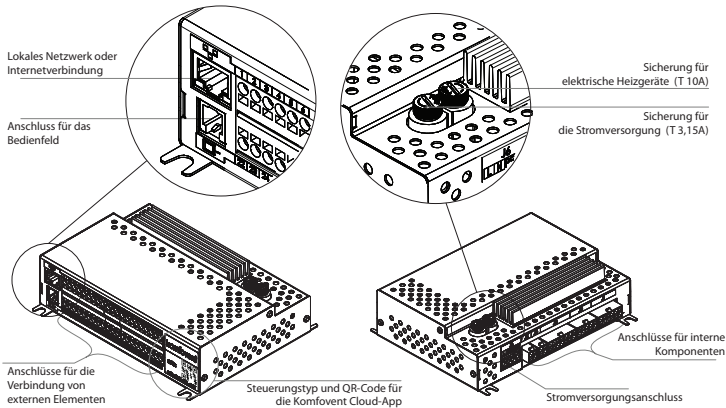

Abb. 13. C6M-Steuerung-Hauptboard
- Die hier gezeigte Klemmennummerierung gilt nur für das C6M-Bedienfeld. Bevor Sie die externen Elemente anschließen, überprüfen Sie den Boardtyp auf dem Aufkleber an der Vorderseite des Steuergeräts (siehe Abb. 13).
Es ist ratsam, die Kabel für das Bedienfeld so zu verlegen, dass sie nicht in die Nähe der Stromversorgungsdrähte oder der elektrischen Hochspannungsgeräte (elektrische Einlassschränke, elektrischer Wasserheizkessel, Klimaanlage usw.) gelangen. Das Kabel kann durch die Löcher an der Rückseite oder Unterseite des Bedienfeldes geführt werden (befolgen Sie die mit dem Bedienfeld mitgelieferte Installationsanleitung). Die Verdrahtung zur C6M-Controllerplatine wird an einen dedizierten Steckplatz (RJ9-Stecker; siehe Abb. 13) angeschlossen oder an die Klemmen für externe Verbindungen.
Das Gerät kann nicht nur über das Bedienfeld, sondern auch über einen Computer oder ein Smartphone gesteuert werden. In diesem Fall muss das Klimagerät an ein lokales Computernetzwerk oder an das Internet angeschlossen werden. Das Gerät wird von einem Computer mit einem Webbrowser oder einem Smartphone mit einer Komfovent Control App gesteuert. Das Klimagerät wird mit einem Kabel des Typs CAT5 (RJ45-Stecker; siehe Abb. 13) an das Computernetzwerk angeschlossen. Die Gesamtkabellänge zwischen dem Gerät und dem Netzwerkrouter darf 100 m nicht überschreiten.
- Der einfachste Weg, Ihr Gerät über das Internet zu verwalten, ist die Verwendung eines Smartphones mit der Komfovent Control App. Starten Sie die App auf Ihrem Smartphone (das Smartphone muss über einen Internetzugang verfügen). Wenn Sie zum ersten Mal eine Verbindung herstellen, werden Sie von der App aufgefordert, den QR-Code an der Vorderseite des Steuergeräts zu scannen (siehe Abb. 13). Wenn Sie den Code scannen, stellt die App automatisch eine Verbindung zum Gerät her (weitere Informationen über die Komfovent Control-App finden Sie im „Domekt-Benutzerhandbuch“).